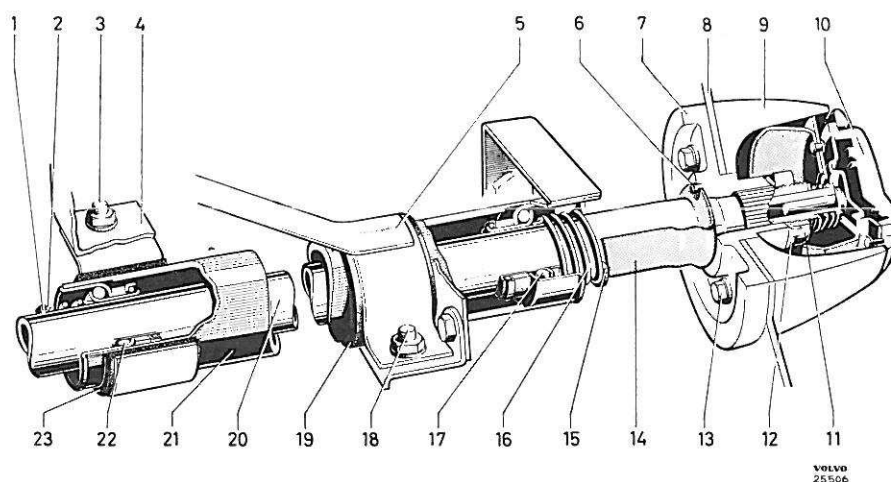

Figure 43. Montage de colonne de direction, 1800 ancien modèle
- Poser le ressort et le logement du palier sur la colonne de direction. Pour la 1800, veiller à ce que le jonc de verrouillage descende bien dans la gorge correspondante. S'assurer que les bagues caoutchouc et les fixations du tube de direction sont en bon état. Monter le tube de direction et les autres pièces en se référant aux figures 43 et 44 s'il s'agit des colonnes de direction indiquées sur ces figures.